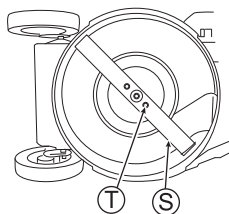

Fig. 34
3 Verifique se os parafusos de fixação (T) da lâmina estão apertados com o torque especificado. (Veja a fig. 34)
4 Verifique se os parafusos de fixação (T) da lâmina estão apertados com o torque especificado. (Veja a fig. 34)